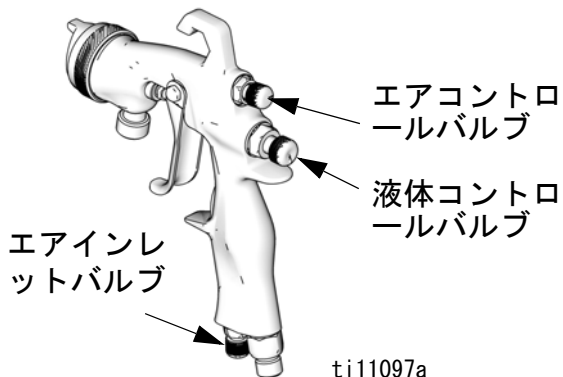

図 3
2. 完全なファンパターンを得るには、エアコントロールバルブを反時計回りに回します。図 3 を参照してください。
3. 丸いパターンを作成するには、時計回りにエアコントロールバルブを完全に回すことによって、パターンエアをオフにします。図 3 を参照してください。